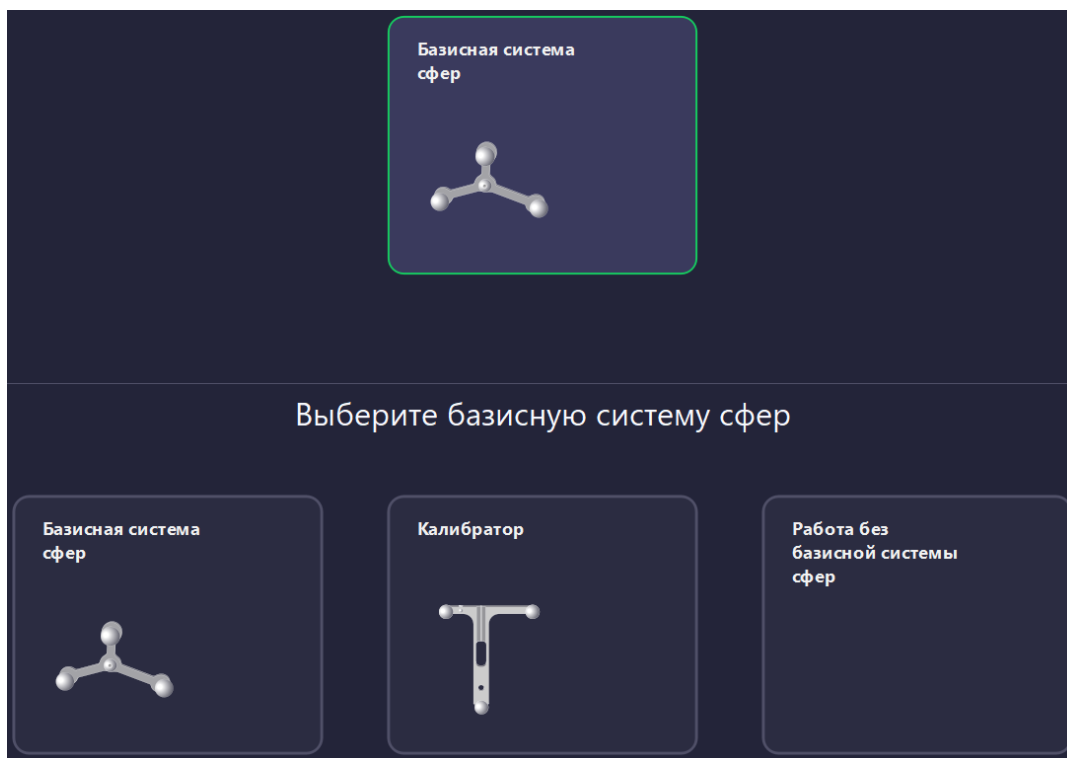

Рисунок 154 – Выбор базисной системы сфер
4. Базисная система сфер. В зависимости от области применения («Навигация ЛОР», «Навигация с ЭОП») в качестве базисной системы сфер возможен выбор следующего инструментария (рисунок 154):